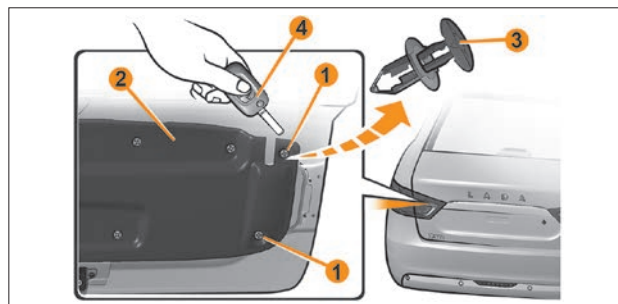

Рис. 13. Замена лампы света заднего хода и габаритного огня на наружном фонаре
- расфиксировать два крайних держателя **1** (рис. 13) обивки багажника **2**. Держатель обивки представляет собой конструкцию из неподвижного основания и подвижного фиксирующего «грибка» **3** (рис. 13). В поднятом состоянии «грибка» держатель расфиксирован;
- для расфиксации держателя обивки **3** (рис. 13) необходимо, например, лезвием ключа выключателя зажигания **4** (рис. 13) немного приподнять подвижную часть обоих держателей;